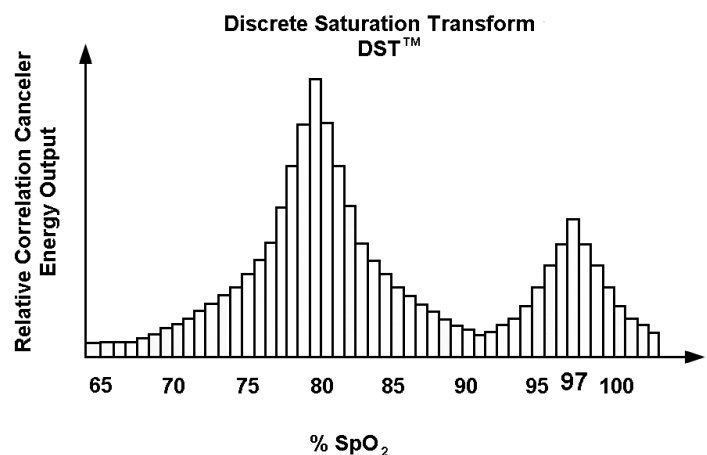

Fig. 79 Tracé DST™ : Annulation du bruit comme fonction SpO2
Le logiciel SET® passe en revue toutes les valeurs possibles de R (correspondant à une SpO2 comprise entre 1 et 100 %) et calcule les composantes d'interférence associées. Un supprimeur de bruit adaptatif, ou ANC, utilise ensuite cette valeur N'(R) pour calculer l'amplitude de l'énergie du bruit, ou ce que l'on appelle la puissance de sortie de l'ANC. Le résultat est un tracé DST™ (Fig. 79) qui présente le pic artériel. Ce pic démontre la suppression particulièrement efficace du bruit pour la valeur SpO2 affectée lorsqu'une source précisément définie de fluctuations du signal, le cycle du pouls artériel, a été identifiée. D'autres pics peuvent se produire lors des fluctuations veineuses. Le sang veineux est moins saturé en oxygène, de sorte que le pic avec la valeur maximale de SpO2 (dans la partie droite du graphique) correspond toujours à la saturation artérielle en oxygène. Dans
Fig. 79 le pic de droite correspond à une valeur SpO2 de 97 %. Le calcul de la DST est répété toutes les deux secondes sur les dernières données brutes des quatre secondes précédentes.